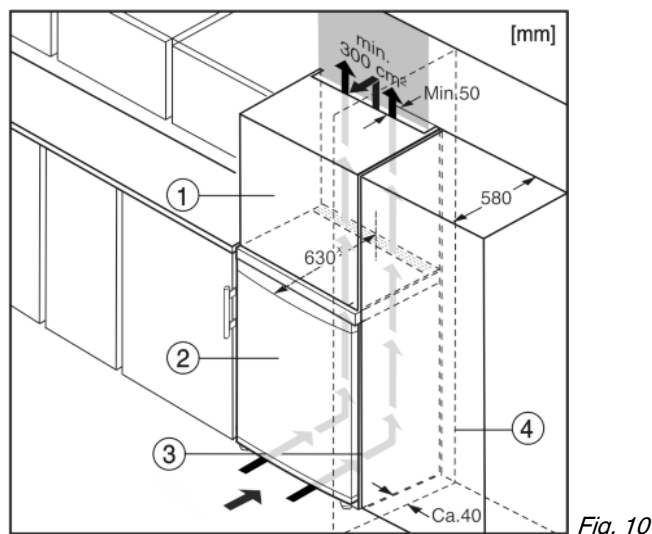

Fig. 10
Het apparaat *Fig. 10 (2)* kan worden ingebouwd in de keuken. Om het apparaat aan de hoogte van het keukenblok aan te passen, kunt u er een passende opbouwkast *Fig. 10 (1)* op plaatsen.
Bij een ombouw met keukenkasten (diepte max. 580 mm) kan het apparaat direct naast de keukenkast *Fig. 10 (3)* worden geplaatst. Het apparaat steekt aan de zijkant 34 mm* en in het midden 50 mm* uit ten opzichte van het keukenkastfront.
Plaatst u het apparaat met de scharnierkant naast een muur *Fig. 10 (4)*, dan moet de afstand tussen apparaat en muur minstens 40 mm bedragen. Dit in verband met het uitsteken van de deurgreep bij een geopende deur.